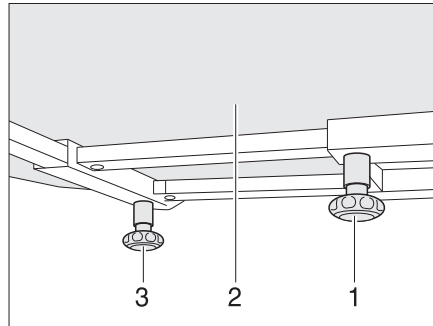

Fig. 86 Table fixe
- Desserrer la vis moletée (Fig. 86,1).
- Pousser le plateau (Fig. 86,2) dans la position désirée.
- Desserrer la vis moletée (Fig. 86,3).